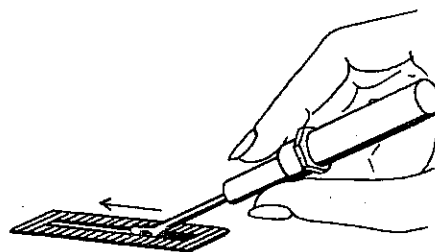

Fig. 38
6. Knopfloch aufschneiden (Abb. 38).
6. Cut the buttonhole open (Fig. 38).
6. Ouvrir la boutonnière au Découvit (fig. 38).
6. Tagliare l'occhiello (fig. 38).